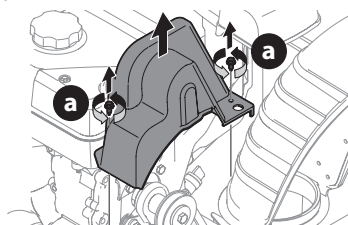

Figure 77
2. Saque la cubierta plástica de la correa que está en el frente del motor. Para ello saque los dos tornillos autorroscantes (a) (Figure 77).